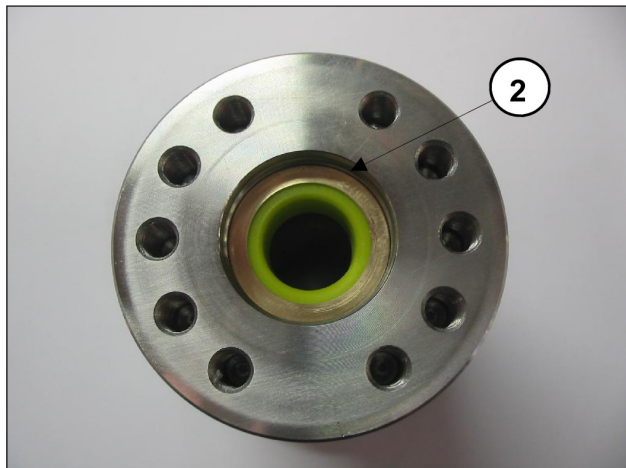
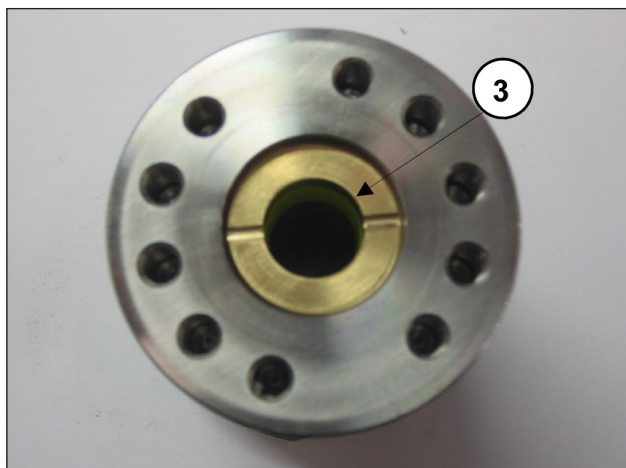
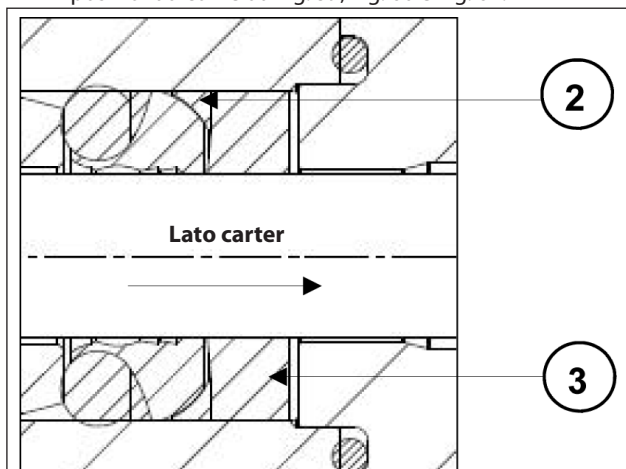

Fig. 59
Fig. 60
Fig. 61
- Introdurre l'anello antiestrusore ② e la bussola guarnizioni ③ posizionati come da Fig. 59, Fig. 60 e Fig. 61.
La bussola guarnizioni ③ deve essere introdotta nella camicia con gli scarichi rivolti verso l'esterno (lato carter) come indicato in Fig. 60 e in Fig. 61.